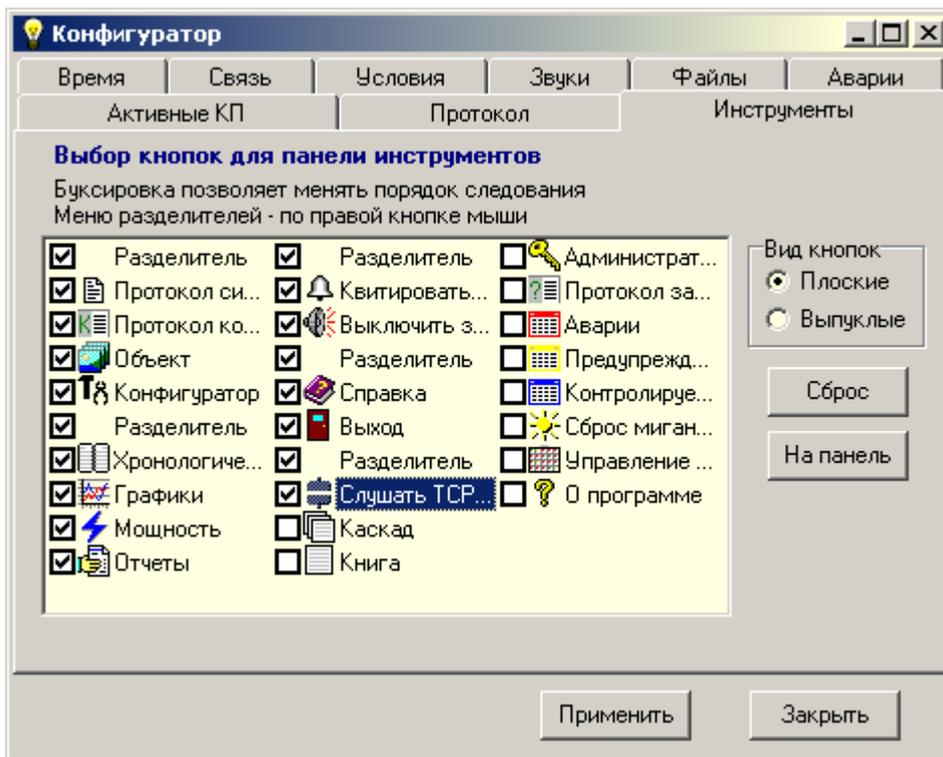

Рис.3.15. Окно конфигурации АРМ ТМ. Закладка “Инструменты”.
3.4.11. Закладка “Инструменты” предназначена для настройки панели инструментов и имеет вид, показанный на рис.3.15.